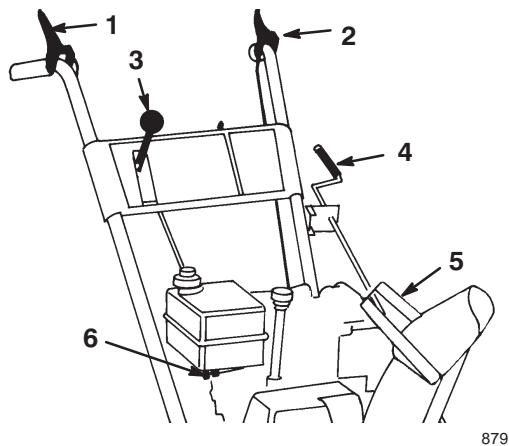

Bild 18
- Betätigungshebel für Schnecken-/Gebläseradantrieb** (Bild 18) – Drücken Sie, um Schnecke und Gebläse zu aktivieren, den Hebel gegen den rechten Handgriff. Lassen Sie den Hebel zum Auskuppeln los.
- Antriebshebel** (Bild 18) – Drücken Sie zur Betätigung des Antriebs (Radanhieb) den Hebel gegen den linken Griff. Lassen Sie den Hebel zum Auskuppeln los.
- Schalthebel** (Bild 18) – Dieser Hebel hat sieben Stellungen: fünf Vorwärtsgänge und zwei Rückwärtsgänge. Stellen Sie den Hebel in die gewünschte Position, um die Gänge zu wechseln. Der Hebel rastet in jedem Gang in einer Kerbe ein. Bei schwerer Belastung kann der Schalthebel schwergängig sein.
- Kurbel zum Verstellen der Position des Auswurfkanals** (Bild 18) – Drehen Sie die Kurbel im Uhrzeigersinn, um den Auswurfkanal nach links zu bewegen, und entgegen dem Uhrzeigersinn, um den Kanal nach rechts zu drehen.
- Griff für Auswurfkanal-Alenklech** (Bild 18) – Bewegen Sie den Ablenkblechgriff nach vorne, um den Schneestrom nach unten zu richten, und nach hinten, um den Strom nach oben zu richten.
- Kraftstoffhahn** (Bild 18) – Schließen Sie den Hahn, indem Sie ihn im Uhrzeigersinn drehen. Öffnen Sie den Kraftstoffhahn durch Drehen entgegen den Uhrzeigersinn. Schließen Sie den Hahn, wenn die Schneefräse außer Betrieb genommen wird.
3. Lösen Sie den Fahrantriebshebel und den Betätigungshebel für Schnecke/Gebläserad (Bild 18).
11. Legen Sie den 1. Gang ein (Bild 18), drücken Sie den Fahrantriebshebel bis zum Handgriff und lassen ihn dann los. Wenn sich die Schneefräse vor dem Einschalten oder nach dem Loslassen des Fahrantriebshebels vorwärts bewegt, lesen Sie bitte Einstellen des Fahrantriebsriemens auf Seite 23.